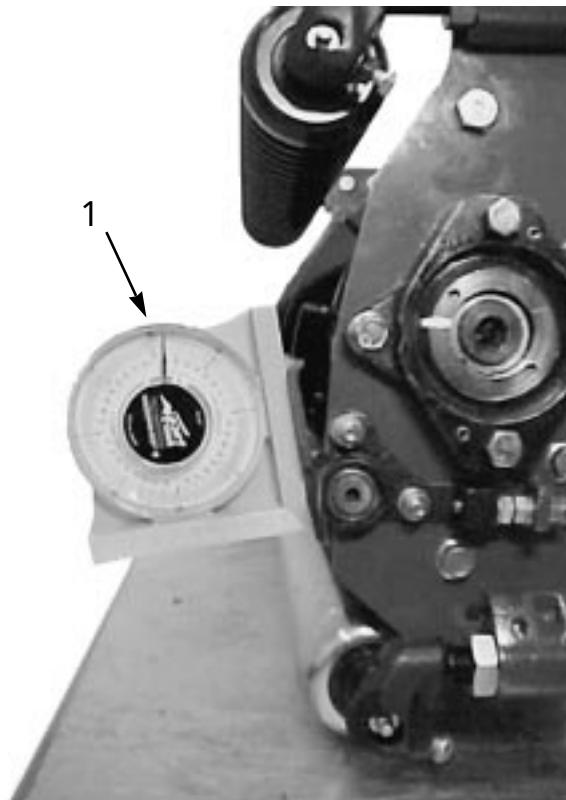

図9
2. 下刃に傾斜計（P/N 99-3503）を当て、下刃の角度を測る（図9）